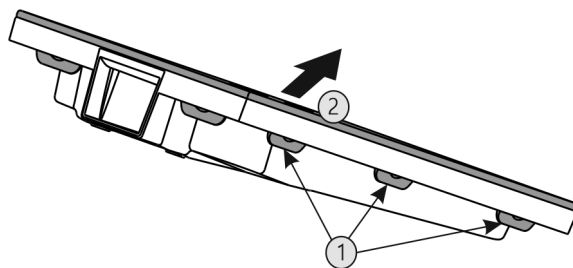

Fig. 52
- Последовательно нажать на все накладки Fig. 52 (1) и снять крышку Fig. 52 (2).